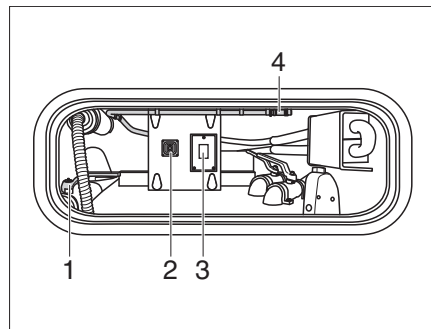

Bild 388 Spola kassett till toalett med kvarn (bild i förvaringsbox)
- Öppna tömningsventilen (Bild 388,1).
- Tryck på omkopplaren (Bild 388, 3). Spärrventilen för tömningen under golvet öppnar sig.
- Manövrera omkopplaren (Bild 388,2) för tömningspumpen.
- Haka loss slangen för tankrengöringen (Bild 388,4) i förvaringsboxen och anslut den till en vattenanslutning.
- Ta av vattenanslutningen efter spolningen och stoppa undan slangen för tankrengöringen (Bild 388,4) för förvaring.
- Stäng tömningsventilen (Bild 388,1).